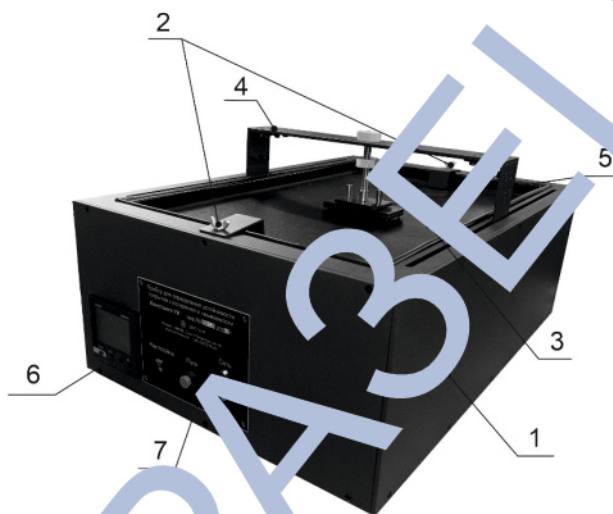
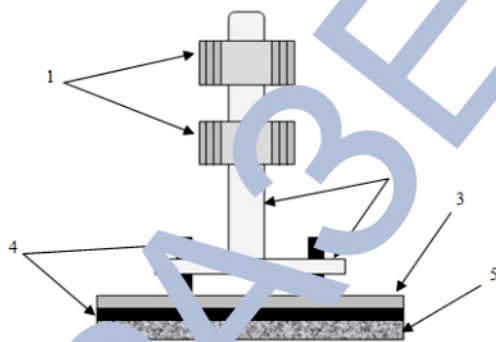

Рисунок 1 - Внешний вид прибора Константа УИ
Рисунок 2 – Истирающая часть
1.4.1 Внешний вид прибора представлен на рис. 1.
1.4.2.1 **Корпус** (рис. 1, поз. 1) с установленными и закрепленными в нем:
1.4.2.2 **Держатели образцов** (рис. 1, поз. 2), закрепленные на верхней части корпуса.
1.4.2.3 **Поддон** (рис. 1, поз. 3), закрывающий корпус сверху.
1.4.2.4 **Каретка** (рис. 1, поз. 4), установленная на направляющих и связанная с кривошипно-шатунным механизмом двигателя.
1.4.2.5 **Истирающая часть** (рис. 1, поз. 5), закрепленная на каретке (рис. 1, поз. 4) с помощью регулировочных гаек (рис. 2, поз. 1).
1.4.2.6 **Держатель накладки с грузом** (рис. 2, поз. 3 и поз. 4), установленные в крепежном приспособлении (рис. 2, поз. 2).
В держателе (рис. 2, поз. 4) закрепляется накладка (рис. 2, поз. 5) при проведении испытаний.
- дисплей блока счетчика циклов/таймера (рис. 1, поз. 6);
- клавиши управления (рис. 1, поз. 7).
1.4.5 Общий вид истирающей части представлен на рис.2.
4.1.1 Общий вид стирающей части для накладки представлен на рис.2. Крепление для накладки состоит из следующих частей:
- крепежное приспособление (рис. 2, поз. 2,) с гайками (рис. 2, поз. 1,);
- груз (рис. 2, поз. 3);
- держатель накладки (рис. 2, поз. 4);
- накладка (рис. 2, поз. 5).
- прижать сверху держателем (рис. 2, поз. 4);
- при необходимости на держатель надеть груз (рис. 2, поз. 3);
- надеть крепежное приспособление (рис. 2, поз. 2) на «штыри» держателя накладки (рис. 2, поз. 4) таким образом, чтобы между крепежным приспособлением и грузом (или держателем накладки (рис. 2, поз. 4), если не используется груз (рис. 2, поз.3)), было расстояние (свободный ход).
- крепежное приспособление регулируется по высоте с помощью регулировочных гаек (рис. 2, поз. 1).
4.1.3 Общая масса груза (рис. 2, поз. 3) и держателя накладки (рис. 2, поз. 4) составляет (135 ± 1) г.
4.2.1.2 С помощью держателей (рис. 1, поз. 2) закрепить пластинку, не допуская ее деформации.
4.2.1.5 Установить накладку (рис. 2, поз. 5) в держателе (рис. 2, поз. 4) таким образом, чтобы она находилась в контакте с покрытием. Накладка должна контактировать с покрытием в течение всего времени испытания.